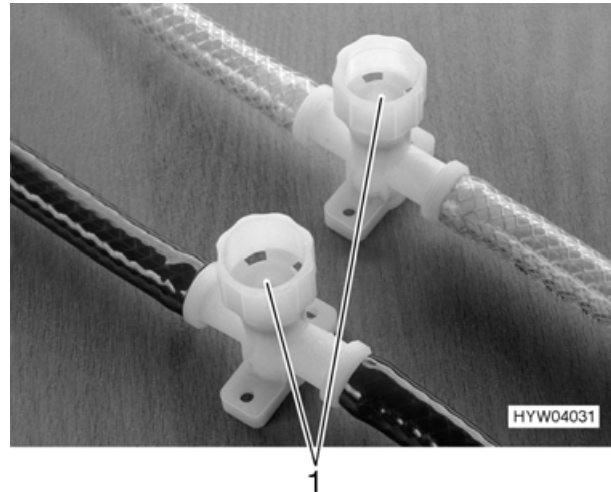

Bild 86 Ablassventile
- Ablassventile für Kaltwasser schließen: Weiße Ventilkappen (Bild 86,1) im Uhrzeigersinn zudrehen. Der Einbauort der Ablassventile ist in der Tabelle "Lage der Ablassventile" am Ende dieses Kapitels aufgelistet.
- Die weißen Ventilkappen (Bild 86,1) entgegen dem Uhrzeigersinn aufdrehen.